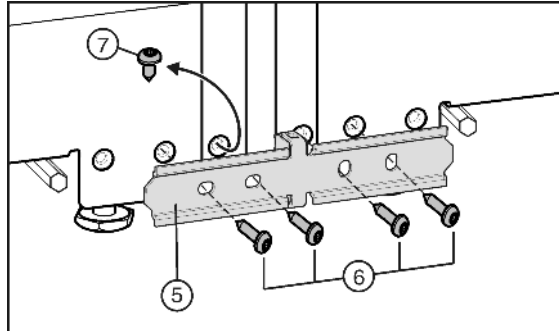

Fig. 6
- ▶ Dersom enheten er utstyrt med formontert skruer Fig. 6 (7): Skru ut skruen.
- ▶ Fest forbindelsesplaten Fig. 6 (5) til en av enhetene med to skruer Fig. 6 (6), men ikke trekk til for stramt.